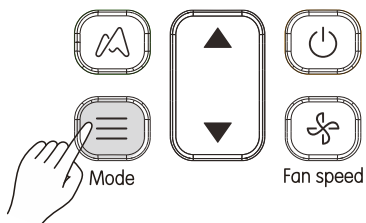

Fig. 3.4
- 1) Premere  (Vedi fig. 3.4). Sul display appare la modalità di funzionamento.